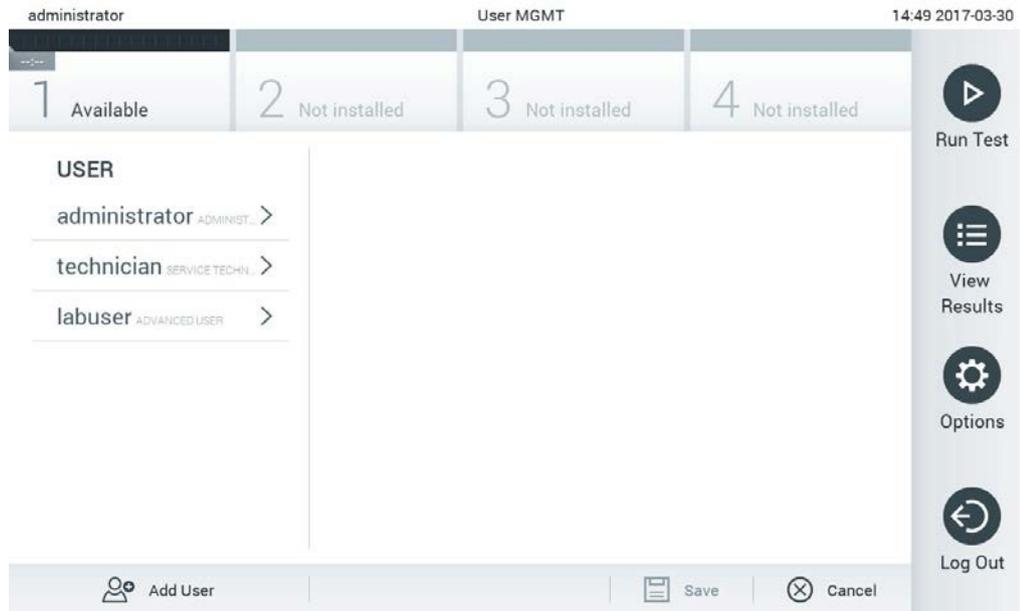

Figure 58. L'écran Gestion des utilisateurs.
1. Appuyez sur le bouton Options (Options), puis sur le bouton User Management (Gestion des utilisateurs). L'écran User Management (Gestion des utilisateurs) apparaît dans la zone de contenu de l'écran (Figure 58).